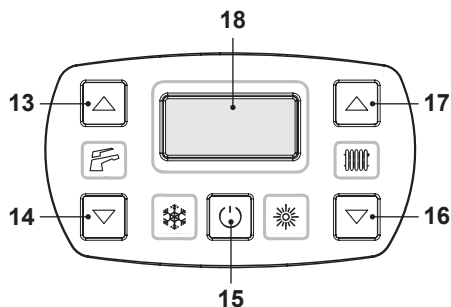

Figura 6.7
- Tenere premuto per 2 secondi il tasto 15 fino a far apparire sul display entrambe i simboli  e . Figura 6.7.
- Spegner la caldaia tenendo premuto per 2 secondi il tasto 15 (Figura 6.7) fino a far apparire sul display LCD il simbolo